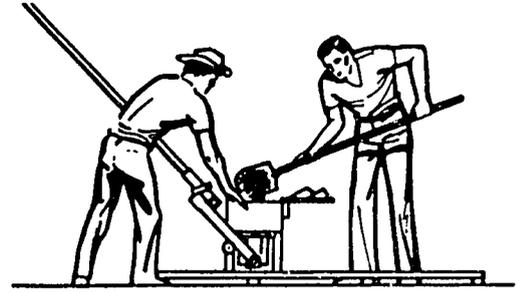
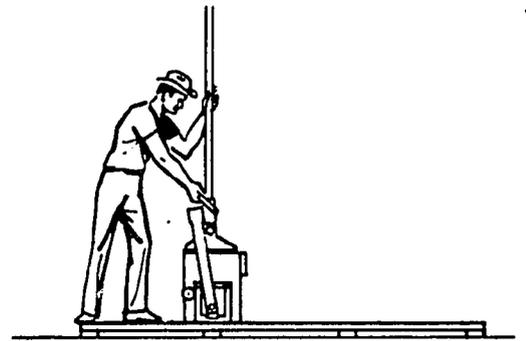
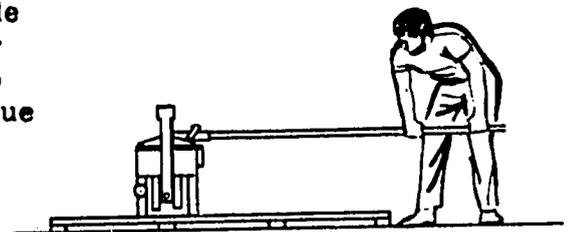

Fig. 9 - Llenando la caja.
Fig. 10 - Levantando la palanca.
Fig. 11 - Bajando la palanca.
- (1) Destape la máquina.
- (2) Esté seguro de que el pistón está hasta abajo. Si está un poco arriba, no será posible meter en la caja la cantidad correcta de mezcla.
- (3) Amontone la cantidad correcta de mezcla de tierra y cemento dentro de la caja (ver Fig. 9). El supervisor debe determinar la cantidad correcta de mezcla para cada bloque. Una caja para medir puede ser usada, para tener la seguridad de que cada vez se usa la misma cantidad de mezcla. La uniformidad al cargar es absolutamente necesaria para producir bloques uniformes.
- (4) Llene bien las esquinas de la caja para que el bloque terminado tenga esquinas bien prensadas.
- (5) Apriete un poquito la mezcla en las esquinas con los dedos.
- (6) Ponga otra vez la tapa.
- (7) Levante la palanca a una posición vertical dejando que los rodillos se descansen en los descanses de la tapa (ver Fig. 10).
- (8) Desprenda la traba de la palanca.
- (9) Baje la palanca hasta que quede en posición horizontal en el lado opuesto a los rodillos inferiores (ciclo de compresión) (ver Fig. 11). Si se usa la cantidad correcta de mezcla, una persona de peso regular debe ser capaz de mover la palanca hasta abajo por sí solo, con solo dos o tres empujones. La palanca debe ser bajada completamente, de lo contrario el bloque puede ser demasiado grueso, desperdiciando material y produciendo bloques que no pueden usarse.